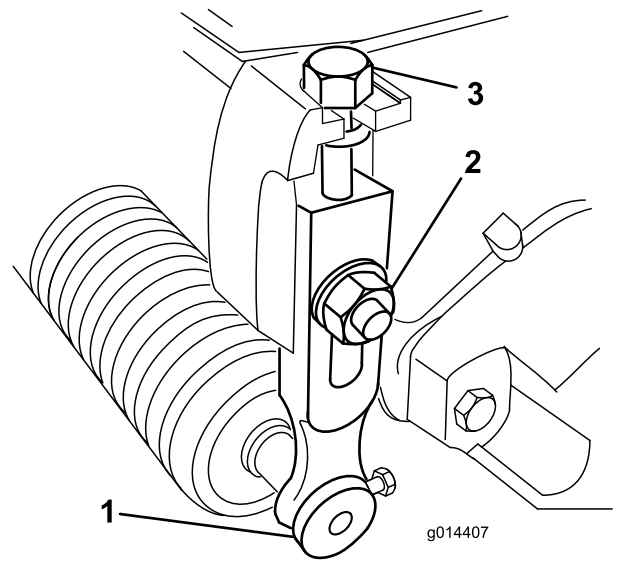

図 9
1. 刈り高アームをカッティングユニットのサイドプレートに固定しているロックナットをゆるめる 図 9。